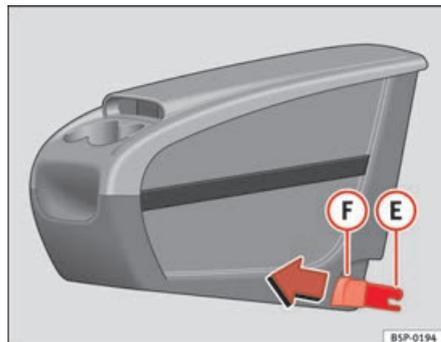
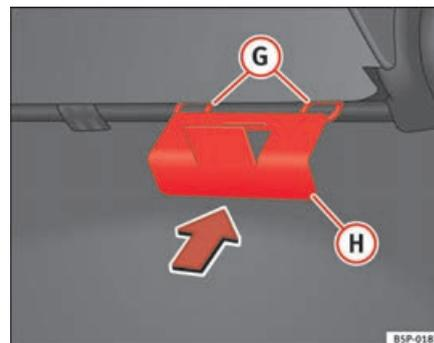

Abb. 112 Zusätzliche Ablage. Anbringen
Abb. 113 Halteplatte der zusätzlichen Ablage
- Die Halteplatte ① ⇒ Abb. 113 der zusätzlichen Ablage vom Fahrzeuginnern aus auf der Rückseite des Sitzes befestigen. Sie muss sich zwischen der Lehne und dem Sitzkissen im Bereich des mittleren Rücksitzes befinden.
- Die beiden Befestigungselemente **E** ⇒ Seite 146, Abb. 112 zu den beiden Befestigungsringen **G** ⇒ Seite 146, Abb. 113 ausrichten und die beiden Klammern vollständig in die Befestigungsringe eindrücken.
- An den Knöpfen ⇒ Seite 146, Abb. 112 **F** der Klammern nach vorne ziehen (rote Knöpfe), bis sie hörbar ausgehängt sind.